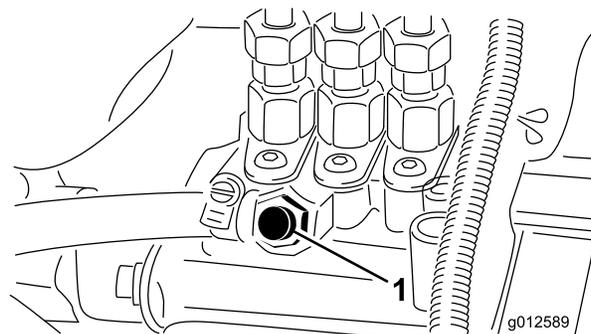

図 30
- 燃料噴射ポンプについているエア抜きネジ(図 30)をゆるめる。